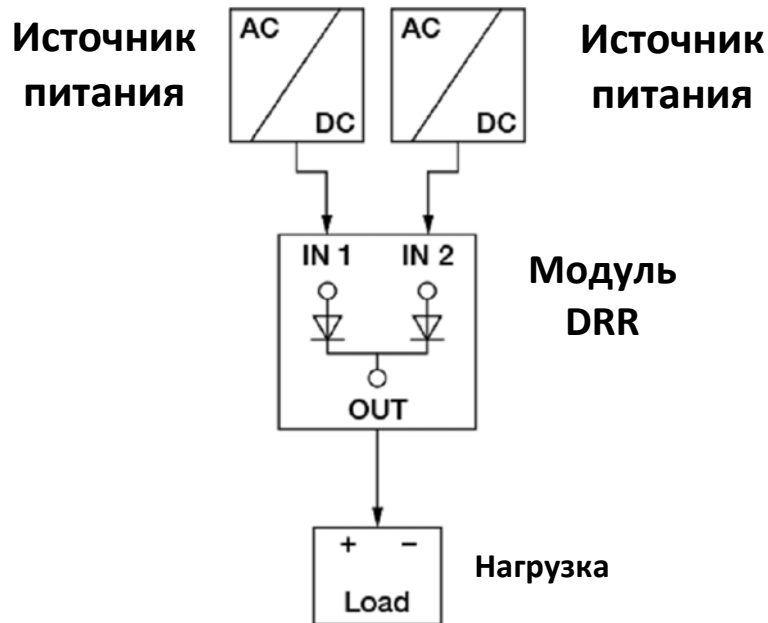

Рис. 6.1. Подключение по схеме «1 + 1 Резервный БП».
1) Схема подключения «1 + 1 Резервный БП» (см. рис.6.1). Использование дополнительного источника питания как резервного.